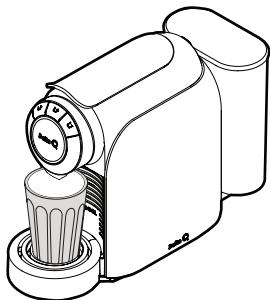

Abb. 15: Zubereitung eines Getränks in einem hohen Gefäß.
- Stellen Sie ein hohes Gefäß auf die Tassenabstellfläche unter den Auslauf (siehe **Abb. 15**).